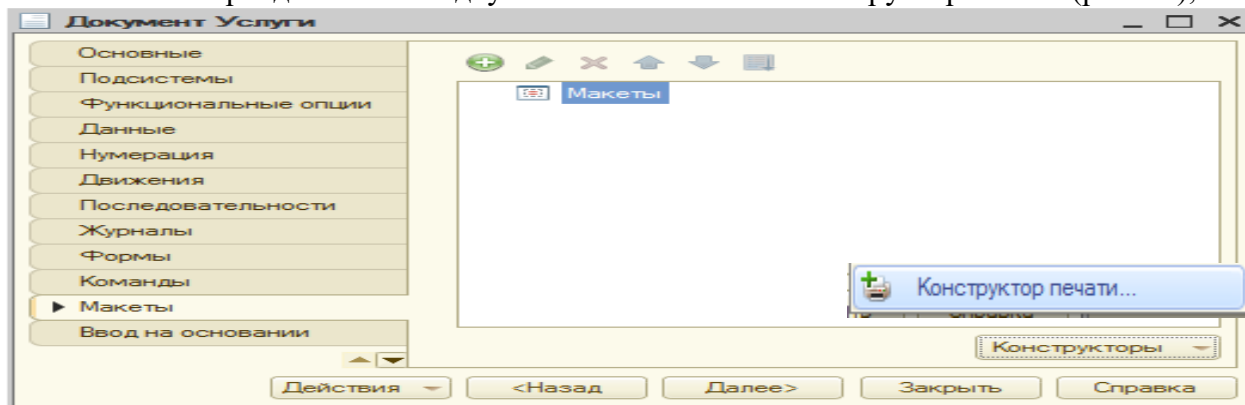

Рис. 64
- перейдите на закладку Макеты и включите конструктор печати (рис. 64);